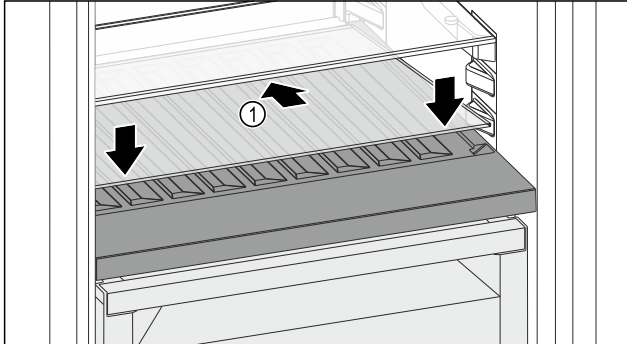

Fig. 211
- Вставте скляну полицю Fig. 211 (1) під кутом, нахиливши назад і донизу.
- Опустіть скляну полицю Fig. 211 (1) вперед.